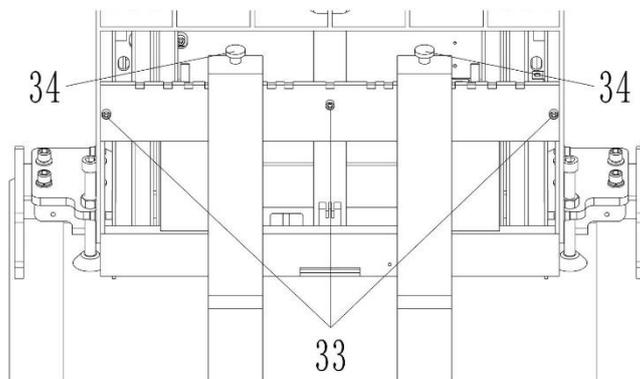

Рис. 12: Регулировка вилок
- Перед регулировкой вил проверьте, установлен ли предохранительный болт (рис. 12, поз. 33). Если предохранительный болт не установлен, эксплуатация погрузчика запрещена.
- Зажмите позиционирующий штифт (рис. 12, поз. 34) в фиксирующее гнездо, чтобы избежать случайного перемещения вилок.
- После замены ви́л установите предохранительный болт (рис. 12, поз. 33) и проверьте правильность положения предохранительного болта.
- Снимите предохранительный болт (рис. 12, поз. 33).